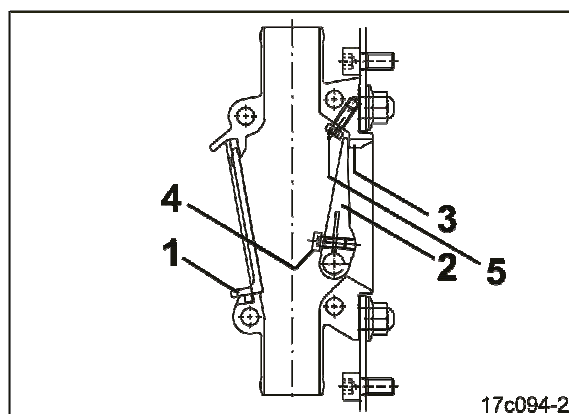

Рис. 177
2. Сдвиньте монтажный люк (Рис. 177/1) вверх и извлеките движением вперед из распределительной коробки.
3. Прижмите задвижку (Рис. 177/2) до упора (Рис. 177/3) и ослабьте болт с внутренним шестигранником (Рис. 177/4) до такой степени, чтобы задвижка могла свободно двигаться на валу.
4. Выверните фиксирующий винт (Рис. 177/5) прим. на 5 мм, чтобы деактивированная заслонка не могла двигаться и отверстие семенного бункера оставалось закрытым.